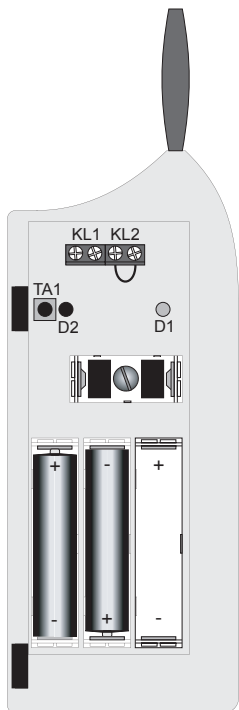

Bild 6
- Legen Sie 2 Batterien des Typs Micro (AAA) polungsrichtig in den **linken** und den **mittleren** Batteriehalter ein, siehe Bild 6.